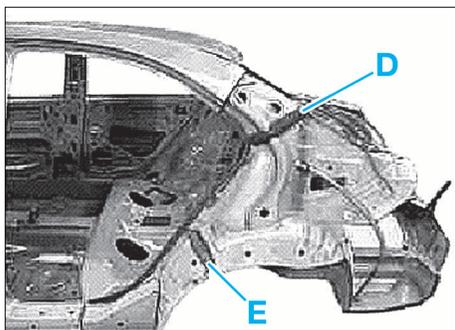

FIG. 83
- Appliquer du produit d'étanchéité résistant (de type colle à pare brise) sur les mousse zone (D) et (E) (Fig.83).